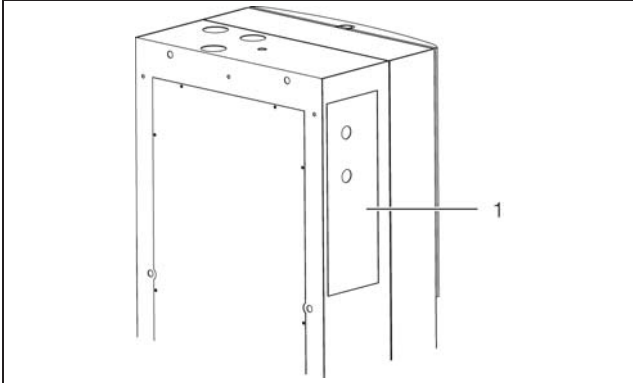

Fig. 45: Collegamento PLC (3360.100, 3360.250, 3360.470)
- Aprire lo sportello di servizio sul lato sinistro del chiller (fig. 45, pos. 1).
- **Solo i modelli 3360.100, 3360.250, 3360.470:** Aprire lo sportello di servizio (fig. 45, pos. 1).